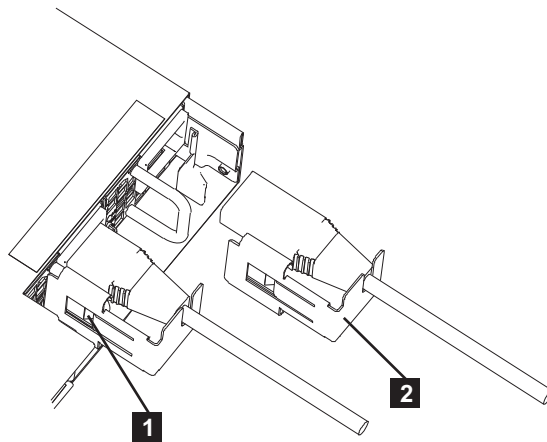

図 33. SAN ボリューム・コントローラー 2145-CG8 のケーブル保持ブラケット
ケーブル保持ブラケットは、図 33 に示すように、工具を使用せずに取り付けることができます。
2. 図 33 の **2** に示すように、電源コードの左側にケーブル保持ブラケットがくるように、ブラケットとコードの位置を調整します。
5. 図 33 に示すように、ケーブルとブラケットを押しして所定の位置に収めます。